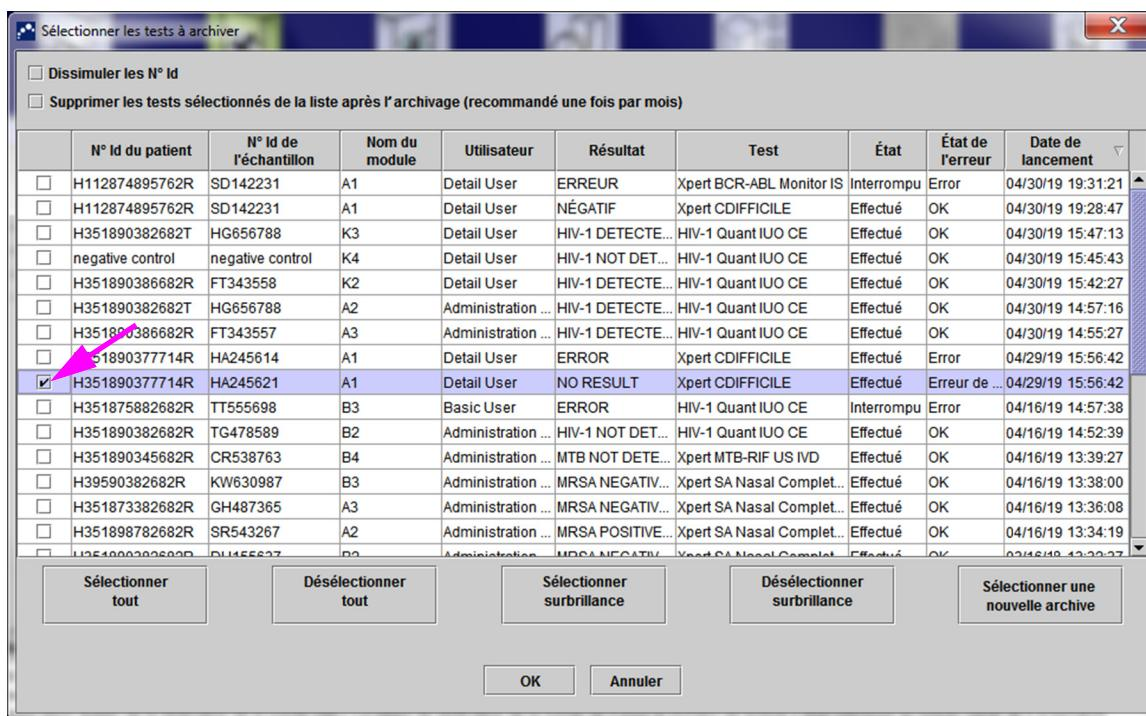

Figure 5-70. Boîte de dialogue Sélectionner les tests à archiver
1. Dans la fenêtre GeneXpert Dx System du menu **Gestion des données**, cliquez sur **Archiver le test**. La boîte de dialogue Sélectionner les tests à archiver s'affiche. Voir Figure 5-70.
- Sélectionnez le(s) test(s) que vous souhaitez archiver. Cliquez sur la case à cocher à côté de chaque test à archiver. Voir Figure 5-70. Vous pouvez sélectionner les différents tests un par un, ou sélectionner un grand nombre de tests en cliquant sur l'un des boutons suivants au bas de l'écran Sélectionner les tests à archiver :
Quand la case à cocher **Dissimuler les N° Id**, située en haut à gauche de la boîte de dialogue Sélectionner les tests à archiver (Select Test(s) To Be Archived) (consultez la Figure 5-70) est cochée, toutes les informations concernant les ID échantillon et patient sont dissimulées.